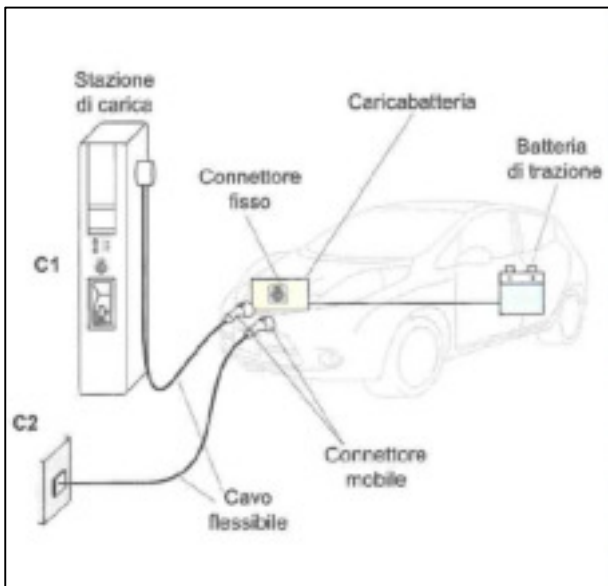

Fig. 3 – connessione di tipo C
- 3) **connessione di tipo C**: il cavo di alimentazione è collegato al veicolo elettrico da un connettore e all'altra estremità è collegato permanentemente all'impianto elettrico (fig. 3).